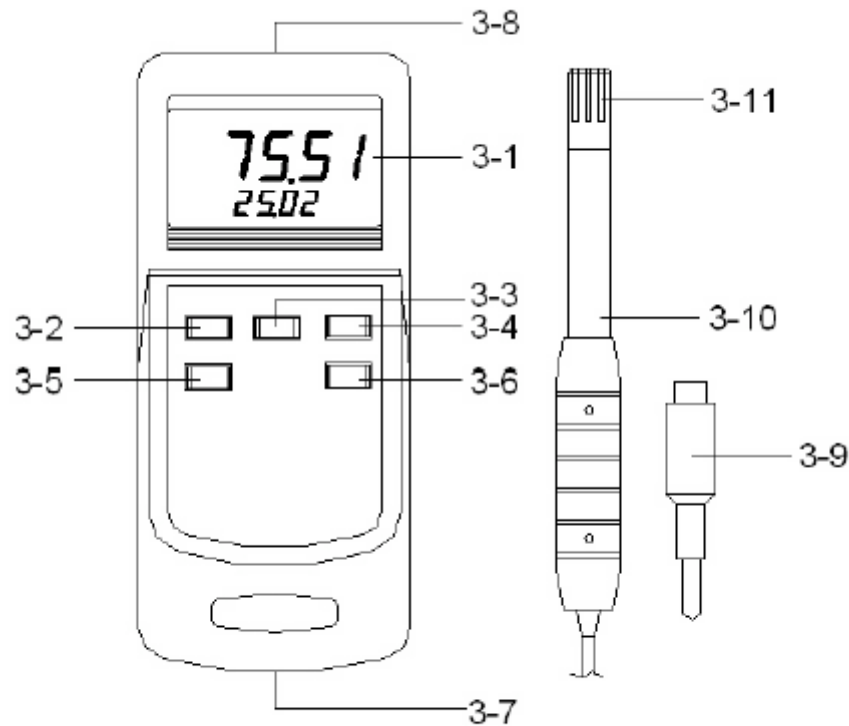

Fig. 1
- 2- Per sostituire la batteria, rimuovere il coperchio del vano batteria (3-7, Fig. 1) e rimuovere la batteria scarica.
Utilizzare il pulsante “Set Button” per selezionare la funzione “°F”, quindi premere il pulsante “Function Button” (3-5, Fig.1) per scegliere tra il valore in °C o °F.
Dopo avere scelto l'impostazione desiderata, premere il pulsante “Enter Button” (3-4, Fig.1) per confermare e salvare la selezione nella memoria permanente dello strumento. Premere il pulsante “Esc Button” (3-3, Fig. 1) per fare ritorno al modo normale di visualizzazione.
Utilizzare il pulsante “Set Button” per selezionare la funzione di autospegnimento in “OFF”, quindi premere il pulsante “Function Button” (3-5, Fig.1) per scegliere il modo “OFF” come modalità di default dello strumento.
- a. Tenere premuto il pulsante "Set Button" (3-6, Fig.1) per almeno 2 secondi fino a visualizzare nella parte inferiore del display la scritta "Code", quindi rilasciare il pulsante "Set Button", nella parte alta del display apparirà l'indicazione "1000".
Dopo avere visualizzato sul display la scritta "COde 1000", premere il pulsante "Enter Button" (3-4, Fig.1) una sola volta per accedere alla seguente procedura:
*\* Premendo il pulsante "ESC Button" (3-3, Fig.1) si potrà uscire dalla funzione selezionata e fare ritorno al modo normale di misura.*
- b. Premendo il pulsante "Enter Button" (3-4, Fig.1) scorrere le seguenti funzioni disponibili:
Per il mantenimento del valore misurato, premere il pulsante "Data Hold" (3-3, Fig. 1). Sul display LCD appare la scritta "HOLD" di indicazione del blocco della misura.
∞ La funzione di registrazione DATA RECORD, permette la visualizzazione sul display del valore Max e Min della lettura. Per attivare la funzione di DATA RECORD, premere il pulsante "REC Button" (3-4, Fig. 1). Sul display appare il simbolo "REC".
a) Premere il pulsante "REC Button" (3-4, Fig. 1) una volta, sul display apparirà il valore max della misura. Se intendete cancellare il valore massimo della misura, premere il pulsante "Hold Button" (3-3 Fig.1) una volta, quindi sul display apparirà solo il simbolo "REC" e la funzione di memoria opererà continuamente.
b) Premere il pulsante "REC Button" (3-4, Fig.1) nuovamente, sul display apparirà il valore Min della misura. Se intendete cancellare il valore minimo della misura, premere il pulsante "Hold Button" (3-3, Fig.1) una volta, quindi sul display apparirà solo il simbolo "REC" e la funzione di memoria opererà continuamente.
- 1- Inserire il connettore della sonda (3-9, Fig. 1) nella presa di ingresso sonda (3-8, Fig. 1).
- 2- Accendere lo strumento premendo il pulsante ON/OFF (3-2, Fig. 1), il display mostrerà l'unità di misura “%RH” & “°C” visualizzando i valori della misura in temperatura e %RH
la procedura di misura del punto di rugiada è la stessa descritta nel paragrafo “4-1 Misura di umidità e temperatura”, eccetto nel punto dove si dovrà selezionare la funzione “Dew Point” tramite il pulsante funzione (3-5, Fig.1). Nella parte superiore del display apparirà il valore del punto di rugiada, mentre nella parte inferiore del display il valore di temperatura.